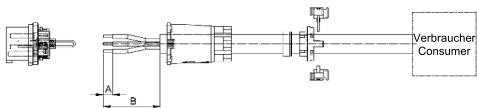
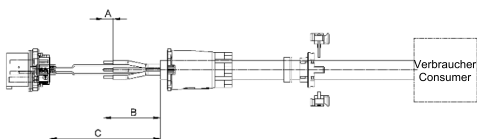
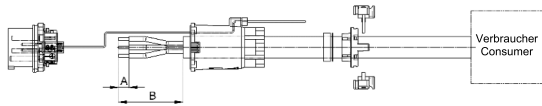

Abb.6: Schema für Kabel ohne Pilotkontakte
Abb.7: Schema für Kabel mit integrierten Pilotkontakten
Abb.8: Schema für Kabel mit separaten Pilotkontakten
- Sind keine Pilotkontakte vorhanden, gemäss Abb.5 vorgehen. Pilotschleife kontrollieren (Abb.6/2).
- Bei integrierten Pilotkontakten gemäss Abb.7 vorgehen.
- Bei separaten Pilotkontakten gemäss Abb.8 vorgehen.
- Kabelverschraubung (Abb.6/1, Abb.7/1, Abb.8/1) über das Kabel ziehen. Äussere Isolation in der Länge B (Abb.6, Abb.7, Abb.8) abmanteln.
- Einzelleitungen und Pilotkabel jeweils in der Länge A (Abb.6 Abb.7, Abb.8) abmanteln.
- Länge C (Abb.7) gibt die Länge des integrierten Pilotkontakts an.
- Kontaktbuchse (Abb.6/2, Abb.7/2, Abb.8/2) mit dem Kabel verschrauben.